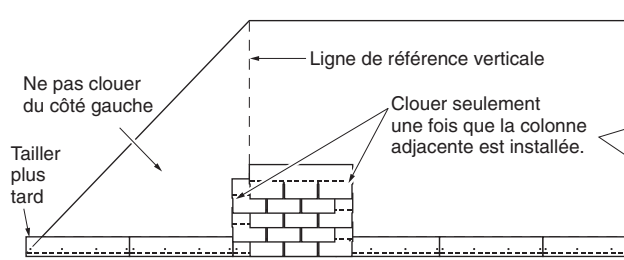

Figure 9-5 : Alignement à colonne simple
### B. INSTALLATION DE LA COLONNE SIMPLE (Figure 9-5)
4. Poser le premier bardeau des rangs subséquents en alternant la séquence d'installation du second rang et celle du troisième rang. Pour les rangs pairs, chevaucher la ligne de référence verticale d'une demi-jupe et laisser l'extrémité gauche sans clou. Pour les rangs impairs, aligner le bardeau sur la ligne de référence verticale et laisser l'extrémité droite sans clou (*figure 9-5*).